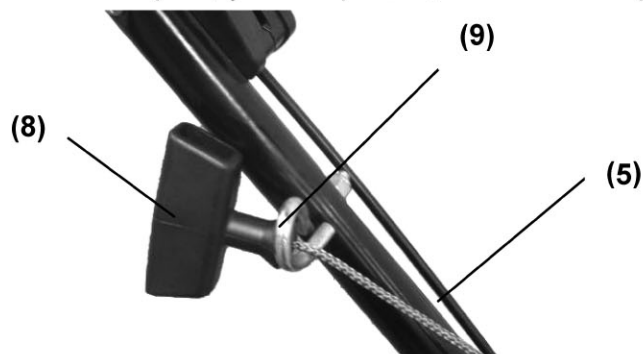

Fig. 5
- > Til slutt, ta tak i starthåndtaket (8) trekk sakte i startsnoren. Monter startsnoren i holderen (9) som skal festes på høyre side på det øvre håndtaket (5) (Fig. 5).